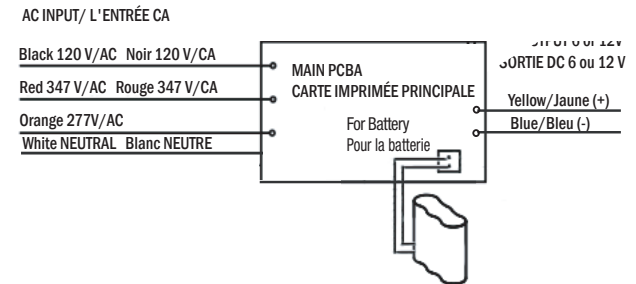

Fig. 4
- Connect fixture common (white) lead to supply common (white) lead (Fig. 4).
- Determine supply voltage for fixture. Connect hot lead (BLACK for 120 V, ORANGE for 277 V or RED for 347 V) to supply hot lead as shown in Fig. 4.
- Connecter le fil neutre (blanc) de l'unité au conducteur NEUTRE de la source (Fig. 4).
- Déterminer la tension d'alimentation électrique pour l'unité. Connectez le fil actif du luminaire au conducteur VIVANT de la source (NOIR pour 120 V, ORANGE pour 277 V ou ROUGE pour 347 V comme montré sur la Fig. 4).